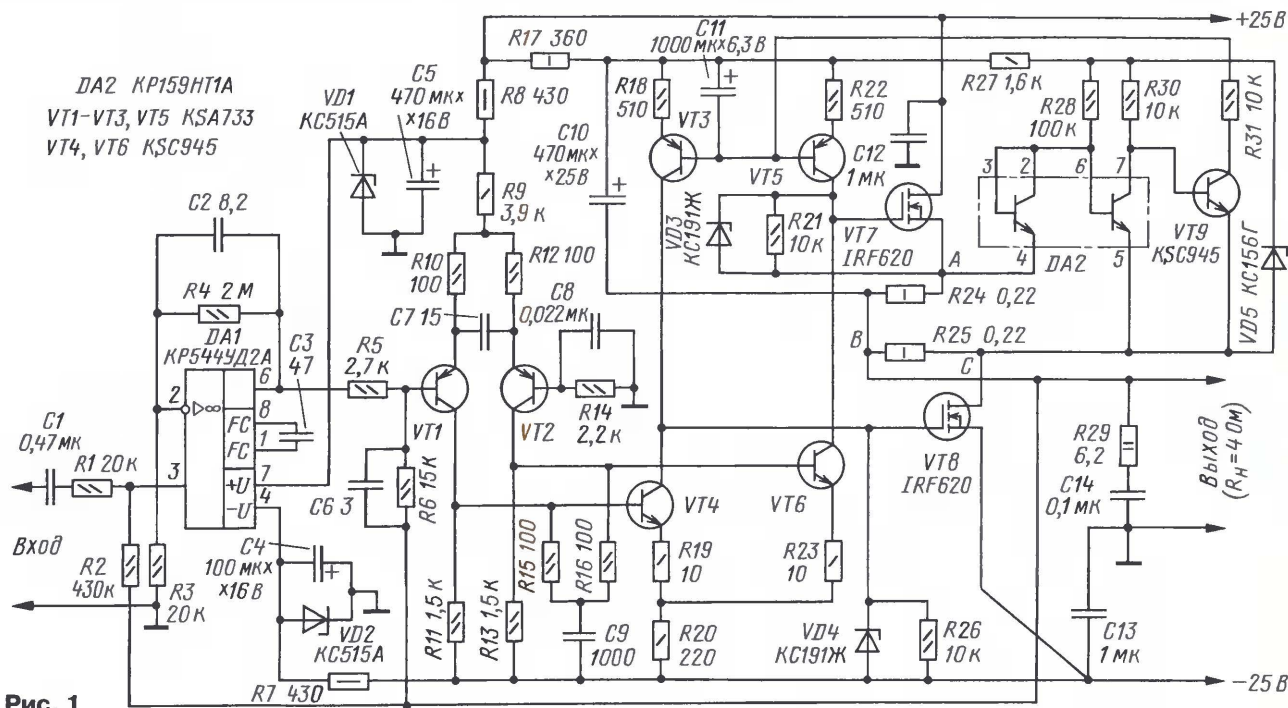

Рис. 1
вых транзисторах; схема этого УМЗЧ показана на рис. 1.
- Минимальное напряжение между точками А и С на рис. 1, деленное на сумму сопротивлений резисторов R24 и R25, и есть ток покоя.